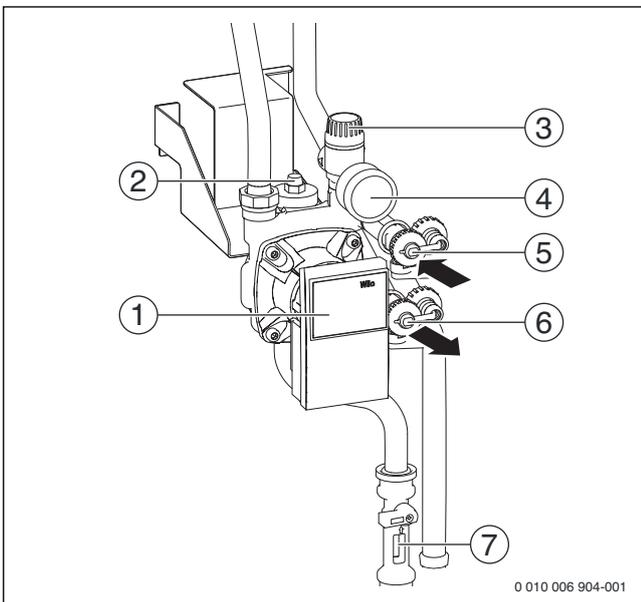

Bild 184 Übersicht Solargruppe
- ▶ Befülleinrichtung, wie in Bild 184 dargestellt, anschließen.
- ▶ Füll- und Entleerhähne (→ Bild 184, [5] und [6]) öffnen.
- ▶ Während des Spülens den Füll- und Entleerhahn an der Saugseite (→ Bild 184, [6]) mehrmals kurzzeitig drosseln und anschließend schnell komplett öffnen. Dadurch können sich gestaute Luftblasen in der Rohrleitung lösen.
- ▶ Während der Schaltvorgänge den Zeiger des Manometers (→ Bild 184, Seite 93) an der Solargruppe kontrollieren.
Wenn der schwarze Zeiger des Manometers (→ Bild 184) beim Ein- und Ausschalten der Solarpumpe Druckschwankungen anzeigt, muss die Solaranlage weiter entlüftet werden.